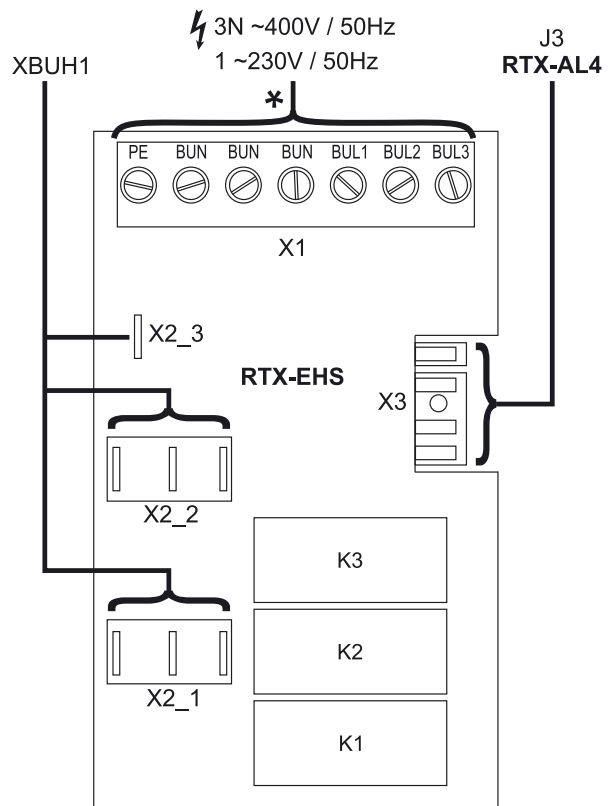

Bild 4-11 Schaltplatte RTX-EHS (Backup-Heater) - siehe Abschnitt 4.4.14
- Stromversorgung für Backup-Heater an die Klemmleiste X1 der Schaltplatine RTX-EHS (Bild 4-11) im Regelungsgehäuse der ROTEX HPSU compact anschließen.